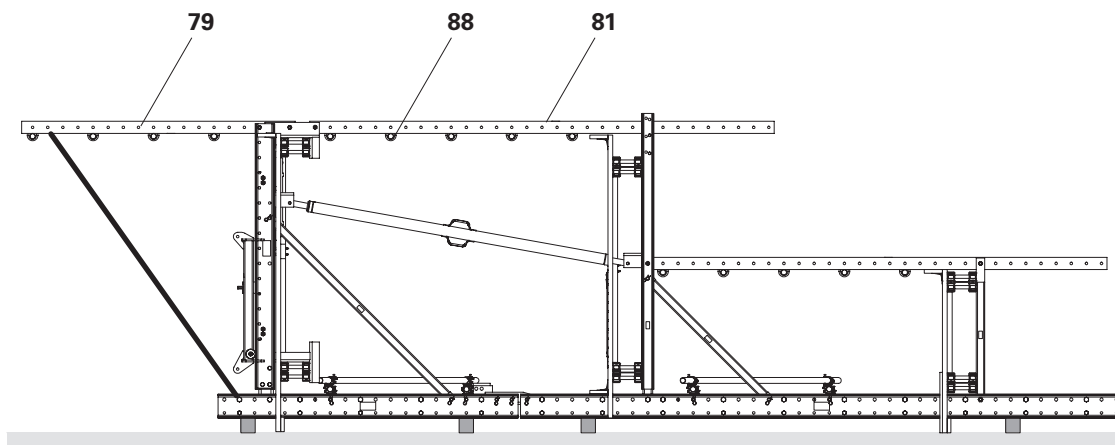

Fig. E2.01
2. Smontare i tubi di impalcatura (**88**) e i montanti parapetto (**79 + 81**). (Fig. E2.01)